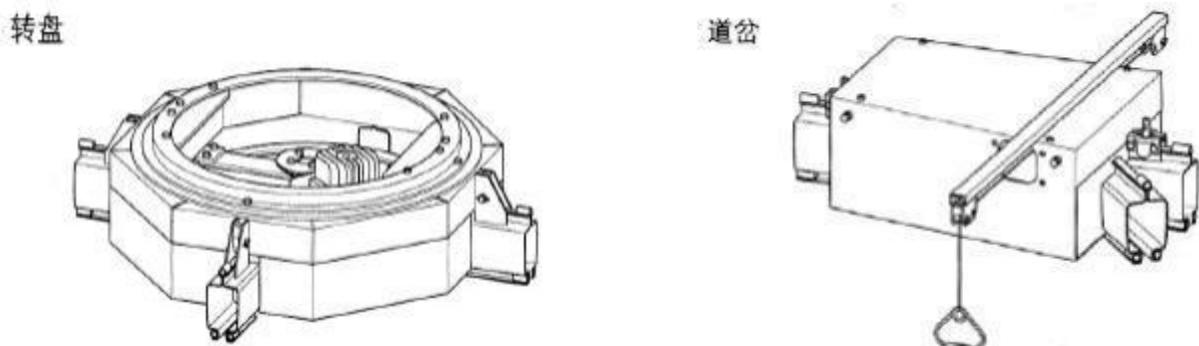

图9
- 对于手动道岔和转盘，拉绳把手高度要根据使用需要设置的位置。应对道岔或转盘进行检查以确保其运动部件能正确运行并固定就位，轨道接合处小车踏面不准有台阶。（道岔、转盘见图 9）